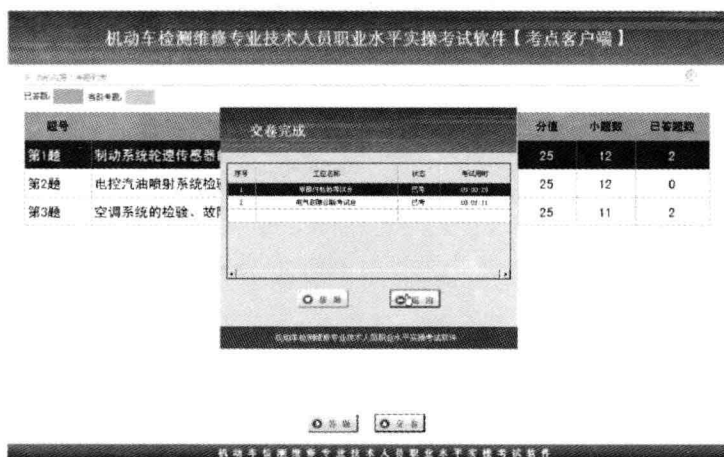

图1-12 交卷完成对话框
(8) 退出。在交卷验证对话框内输入验证码, 点击“确定”按钮, 会弹出交卷完成对话框, 如图1-12所示。